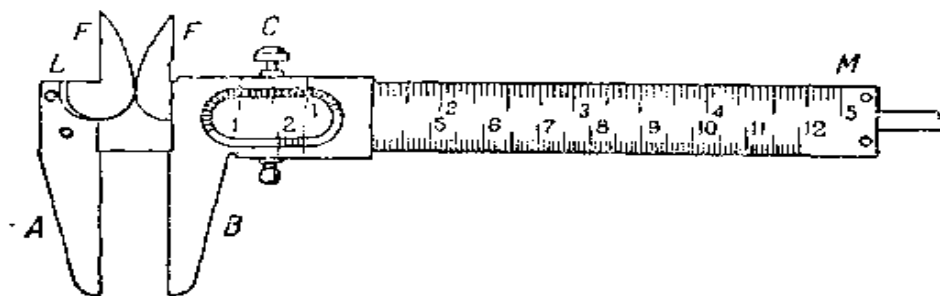

Рис. 3.
**Описание прибора.** Штангенциркуль (рис. 3) состоит из разделенного на миллиметры масштаба  $LM$ , вдоль которого может перемещаться перпендикулярная к его длине ножка  $CB$  с зажимным винтом  $C$ , служащим для ее закрепления; в ее обойме против делений масштаба сделан вырез, на скошенном краю которого, прилегающем к масштабу, нанесен нониус, когда ножки сдвинуты вплотную, то нуль нониуса совпадает с нулем масштаба. Неподвижная ножка  $LA$ , укрепленная в начале масштаба также перпендикулярно к его длине, служит упором для измеряемого тела. Части  $FF$  обеих ножек служат для измерения внутренних размеров тел.